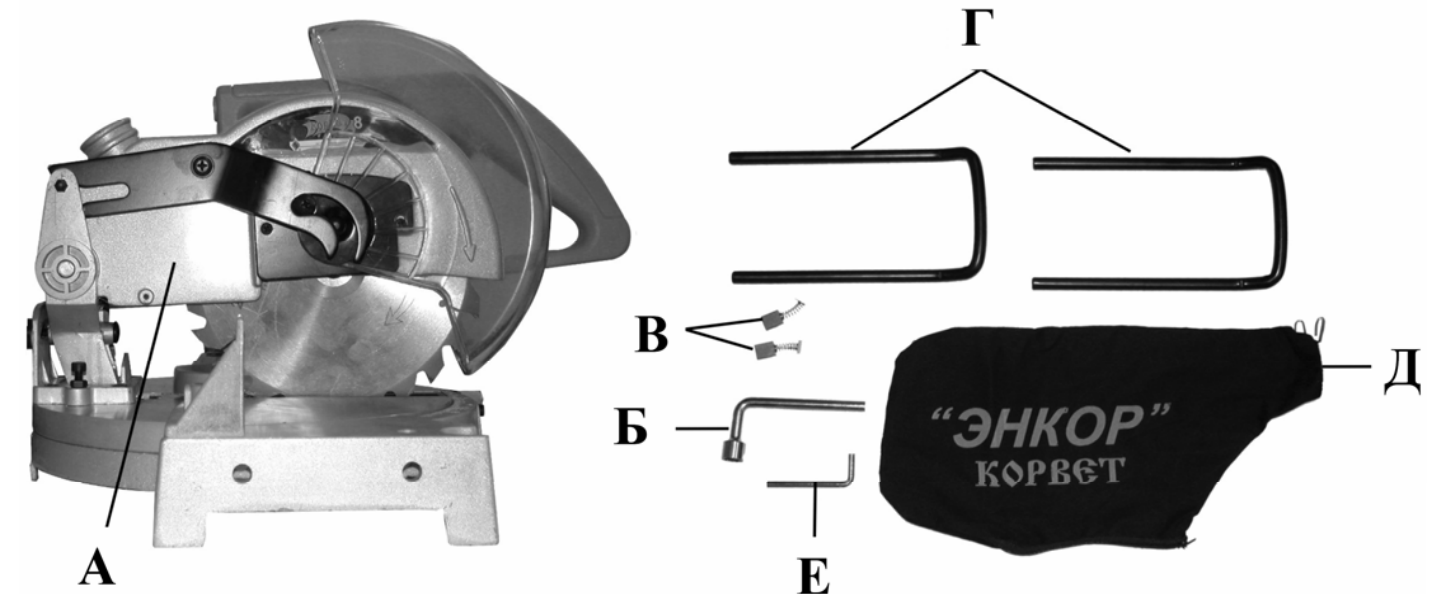

Рис. 1
## 4. КОМПЛЕКТНОСТЬ, Рис. 1
- исправность и подвижность защитного кожуха (6), Рис. 1;
- ручку фиксации угла наклона пилы (15), Рис.1, ручку фиксации поворотного стола (11), Рис.1 (должна быть затянута).